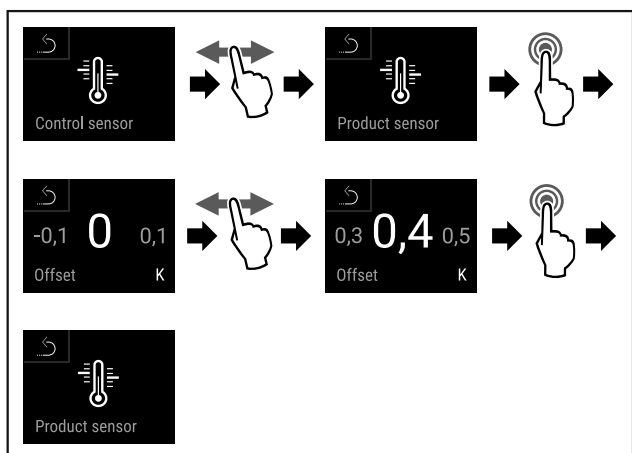

Fig. 138
- ▶ Eseguire i passi (vedere Fig. 138).